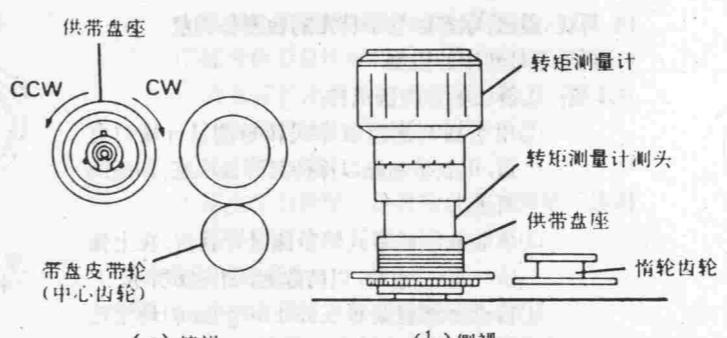

图33
②录像机处于快进或倒带状态时,拔去电源插头,使之处于全停状态;
③从供带盘座上分离出供带盘惰轮,然后将转矩测量计安装于供带盘座上,如图33所示;
④顺时针方向和逆时针方向旋转转矩测量计,使转矩测量计的刻度盘与供带盘以同样的转速旋转,顺时针方向制动力矩应为 $280\sim720\text{ g}\cdot\text{cm}$ ,逆时针方向制动力矩应为 $90\sim230\text{ g}\cdot\text{cm}$ (另外,两者所测值还需满足顺时针方向制动力矩至少等于逆时针方向制动力矩的两倍的规定要求),如图33所示。